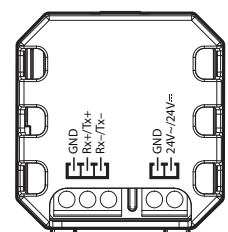

Fig. 3
- per i modelli a 24 Vac/24 Vdc vedere fig.3; fare attenzione a rispettare la polarità 24 V $\overline{\text{---}}$ GND nel caso di alimentazione a tensione continua;
- for 24 Vac/24 Vdc models see Fig. 3; make sure the polarity (24 V $\overline{\text{---}}$ GND) is right for direct current power supply;